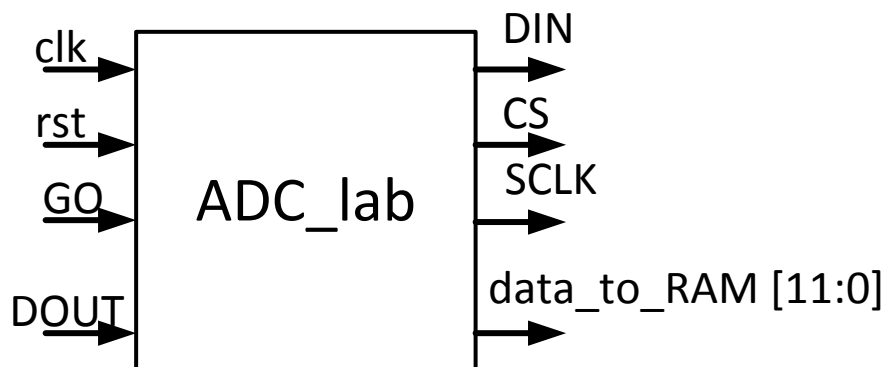

Рисунок 7.5 – Входы и выходы для управления АЦП
- 2) Обозначить следующие входы и выходы для программы, рисунок 7.5: